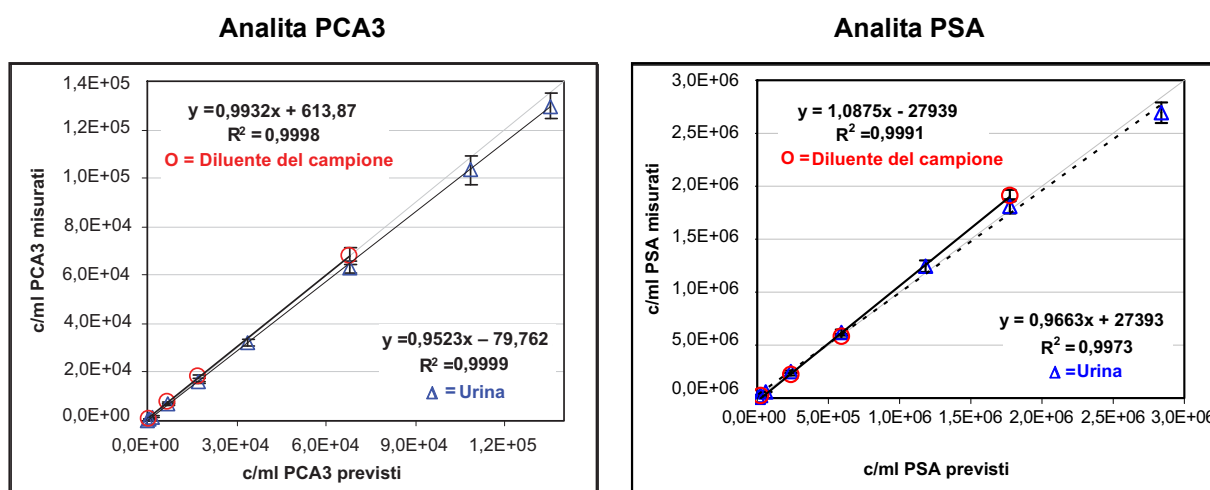

Figura 4. Linearità del Progensa PCA3 Assay per gli analiti PCA3 e PSA
L'intervallo lineare del Progensa PCA3 Assay è stato determinato secondo CLSI EP6-A (2003) (8) in base all'analisi di regressione lineare (minimi quadrati). Due gruppi di serie di diluizioni sono stati preparati partendo da campioni contenenti alte concentrazioni di RNA di PCA3 e PSA. Un gruppo è stato diluito in urina femminile trattata ed un gruppo in diluente del campione. Le diluizioni coprivano l'intero intervallo del dosaggio compreso fra i calibratori positivi più bassi e più alti per ciascun analita. Per entrambi gli analiti PCA3 e PSA, i risultati misurati dal dosaggio hanno mostrato una relazione proporzionale diretta fra le diluizioni analizzate ed i valori di c/ml di analita refertati. Non si è riscontrato un significativo effetto matrice del diluente. Vedere Figura 4.